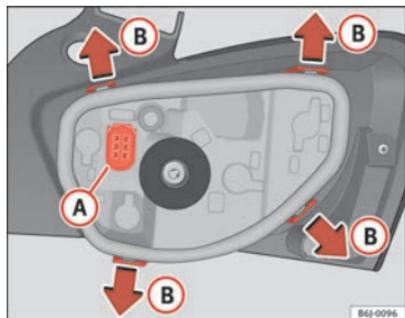

Fig. 145 Cambio lámparas luces posteriores
- Retire el portalámparas, separándolo de la carcasa. Presione para ello las pestañas **(B)** en el sentido de las flechas ⇒ página 231, fig. 145.